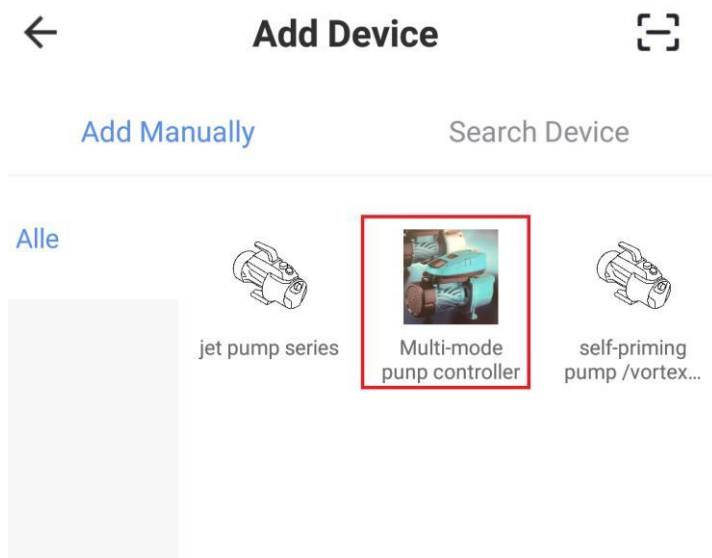
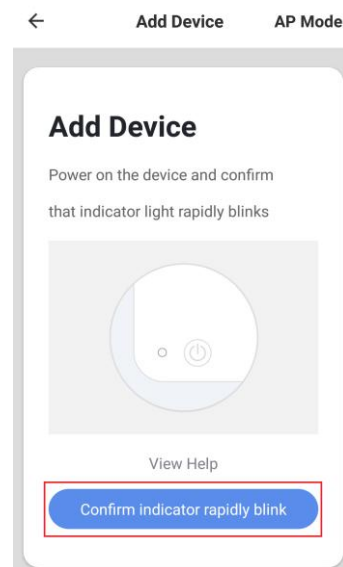

Рисунок 3
Рисунок 4
2. Нажмите на картинку с изображением многорежимного насоса (смотрите рисунок 3), а затем нажмите кнопку «Confirm indicator rapidly blink» (смотрите рисунок 4).